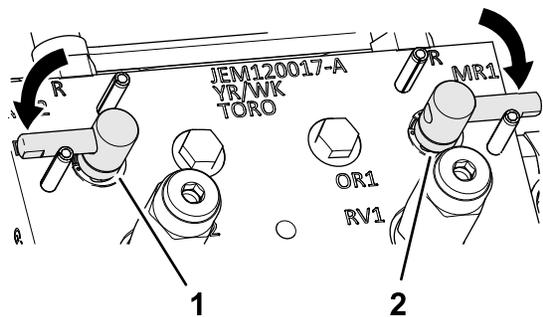

Рисунок 118
3. Установите рычаги заточки обратным вращением в положение F (скашивание) (Рисунок 118).